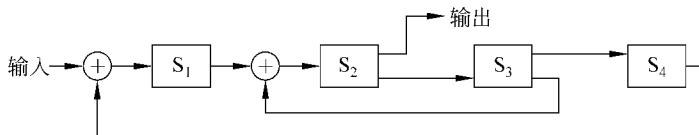

图 3.6 非线性流水线举例
**非线性流水线**(Nonlinear Pipeline)是指各段除了有串行的连接外,还有反馈回路的流水线。图 3.6 是一个非线性流水线的示意图。它由 4 段组成,经反馈回路和多路开关使某些段要多次通过。 $S_3$  的输出可以反馈到  $S_2$ ,而  $S_4$  的输出可以反馈到  $S_1$ 。